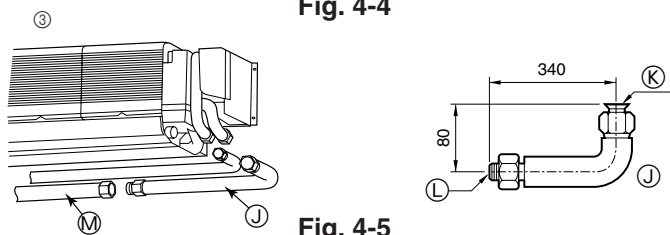

Fig. 4-5
- ③ Tubo de conexión en L (para la tubería de gas) (Fig. 4-5)